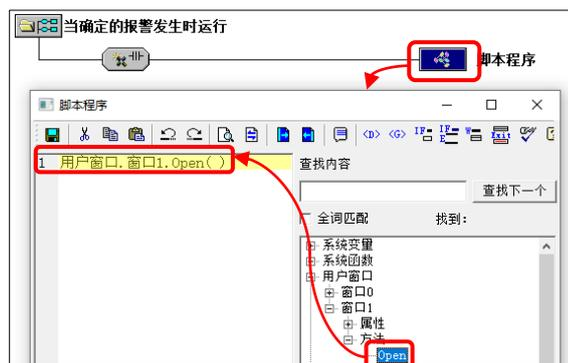

图 4.2-22 添加窗口 1 打开脚本
- ⑦ 添加窗口 1 打开脚本：如图 4.2-22 所示，进入“脚本程序”编辑框 → 右侧对象树 → 用户窗口 → 窗口 1 → 方法 → 双击“open”，将窗口 1 打开脚本添加到左侧的脚本程序编辑框，添加完成后检查并保存。